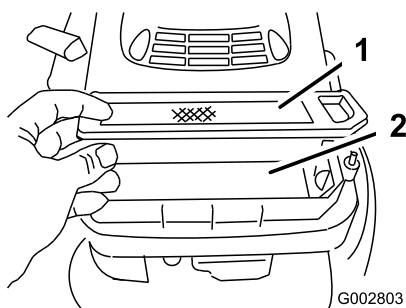

Figura 24
- Togliete il filtro di carta dell'aria e gettatelo (Figura 24).